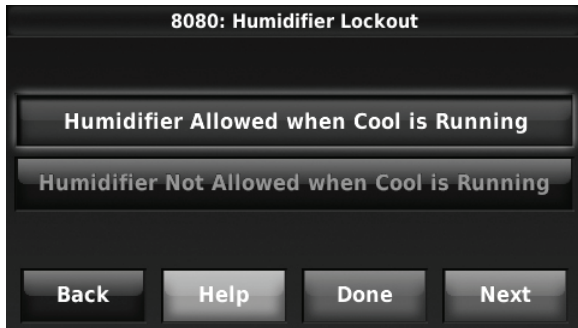

Fig. 217.
7. Set the desired lockout option. See Fig. 217.